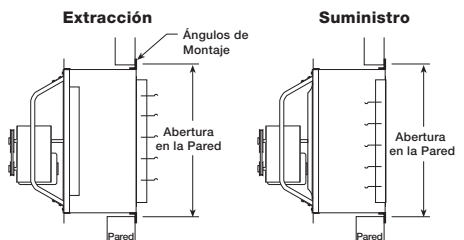
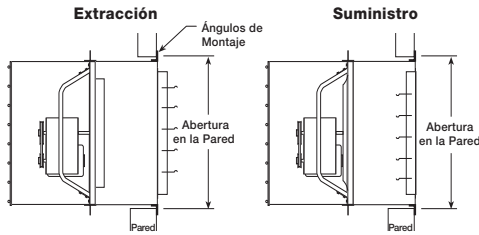
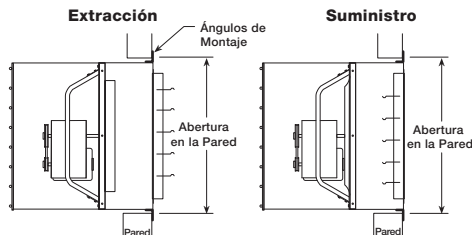

Figura 4 — Instalación de Collar de Pared
Figura 5 — Instalación de Collar de Pared y Protector
Figura 6 — Instalación de Carcasa de Pared
1. Mueva el ventilador a la ubicación deseada y determine el método con el que se montará como se muestra en las Figuras 3, 4, 5 y 6 en las páginas 4-5. El collar de pared opcional (Figura 4), el collar y protección de pared (Figura 5) o la carcasa de pared (Figura 6) proporcionan un medio cómodo de montar ventiladores de pared lateral.
4. La Figura 4 muestra la abertura en la pared necesaria para las instalaciones que usan un collar de pared.
5. La Figura 5 muestra la abertura en la pared necesaria para las instalaciones con un collar de pared y un protector.
6. La Figura 6 muestra la abertura en la pared necesaria para instalaciones con una carcasa de pared.